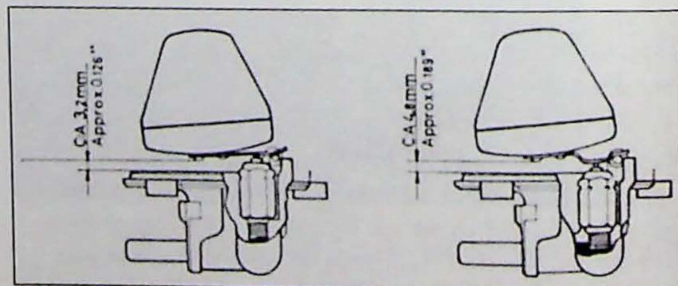

Fig. 3.28. Controle van het vlotterniveau
5. Controleer de vlotternaald en zet deze vast (Fig. 3.28). Monteer de vlotter en het deksel. Zet het vlotterhuis vast en monteer de leidingen naar de sproeier.
Deze carburateur is vrij ongevoelig voor verschillen in het vlotterniveau. Als richtwaarde voor het juiste niveau kan de stand van de vlotter worden gecontroleerd volgens de maten in Fig. 3.28.